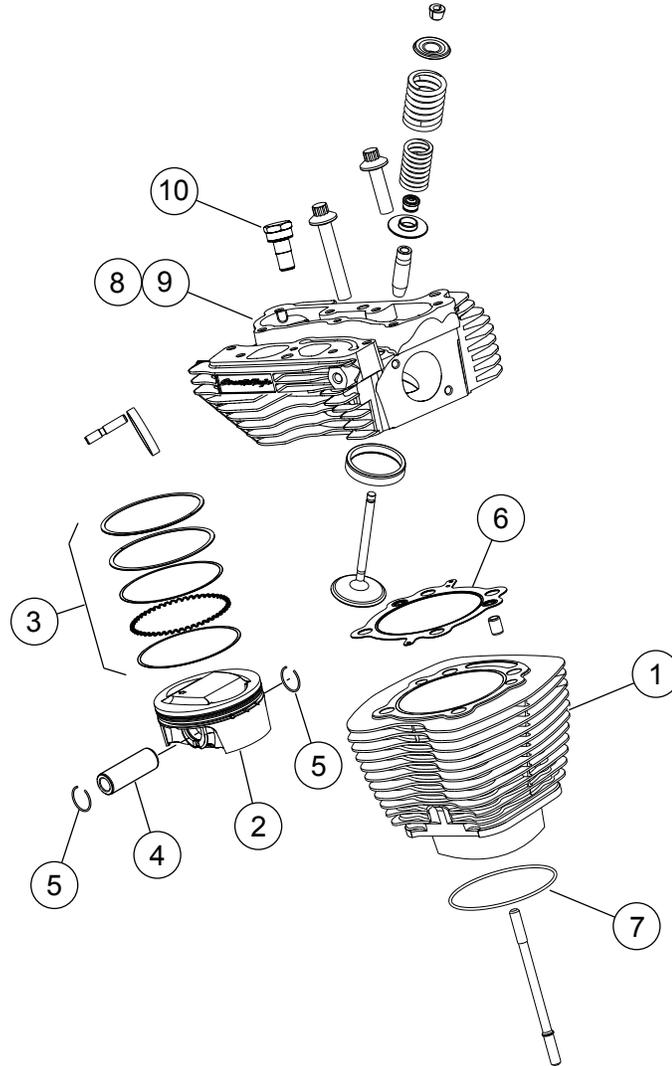
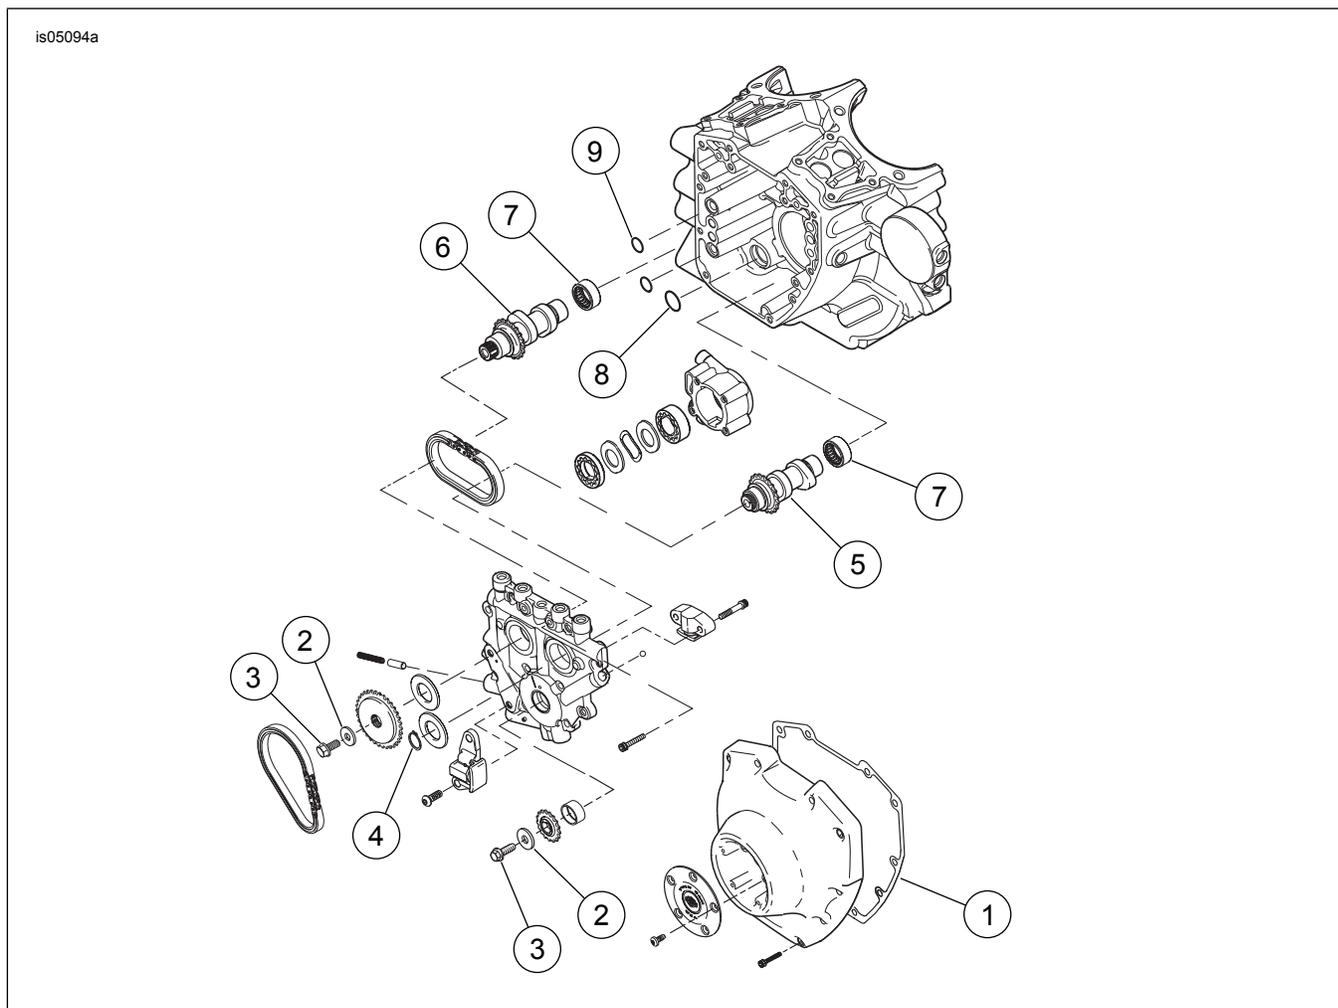

Figure 1. Pièces détachées : Kit Stage 4 Screamin' Eagle Pro TC 1 690 cm³ (103 po³)
Figure 3. Pièces détachées : Kit Stage 4 Screamin' Eagle Pro TC 1 690 cm³ (103 po³)
Voir Figure 1 à Figure 3 et Tableau 1 au Tableau 3.
1. Voir Figure 3. Inspecter les roulements à aiguilles (7) d'arbre à cames et les remplacer si nécessaire.
2. Voir Figure 1 à Figure 3. Monter les cames sur la plaque de came, les culasses performantes et la partie supérieure du moteur en utilisant les pièces du kit. Voir les sections MOTEUR appropriées dans le manuel d'entretien.